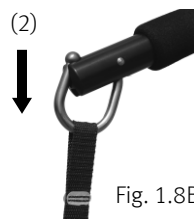

Fig. 1.8B
(2) Stropperne trækkes ned således at krogen lukker. (Fig. 1.8B)